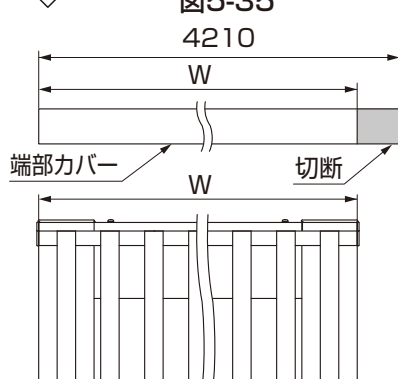

図5-37
- ②端部カバーを格子柵の全体幅Wに合わせて切断し、格子柵（上側）に取り付けてください（図5-37参照）